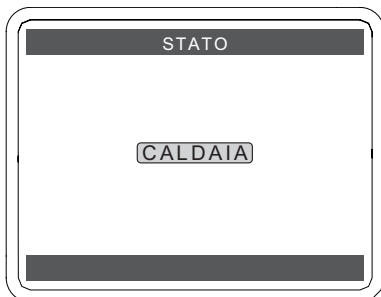

Figura 6.8
- Premere il tasto (✓) per confermare Figura 6.8.